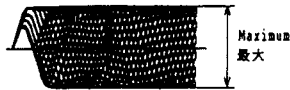

Fig. 4-5
Adjst the V402 (F. BAL) so that the jitter of the waveform at the TP-1 pin (8) becomes minimum. Then, set the player into stop mode, and measure the voltage between the TP-1 (1) and GND. Check that the voltage is between 10 and 50 mV. If the voltage is outside this range, readjust it so that the jitter becomes optimum within this range. Specification: 30ns or less. (See Fig4-5,4-6)
TP-1 の 8 番ピンの波形のジッター値が最小になるよう V402(F.BAL)で調整する。その後STOP状態にしてTP-1の1番ピンとGND間の電圧を測定し 10~50mVの間にあることを確認し、もし範囲内がないときは範囲内でジッターが最良になるよう再調整する。規格 30ns以下 (Fig4-5,4-6参照)